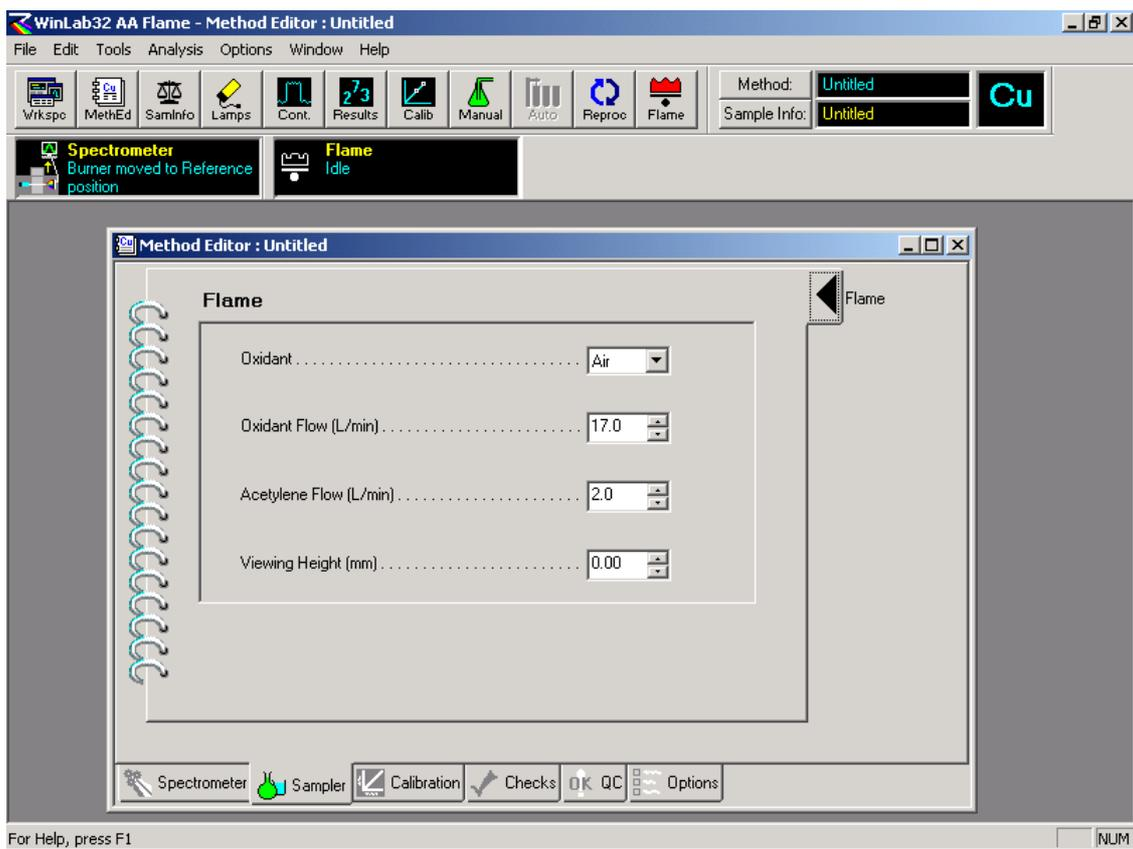

图 9. 方法编辑中的火焰状况页面
1.2.6 读数时间的设定主要考虑两个因素: 噪声大小和样品量, 典型的读数时间可设定为 3-5 秒; 读数延迟时间一般为 2-3 秒; 灯电流以选择“灯设定窗口值”为好, 特殊情况下也可选择“使用确定的灯电流值”. 下一步进入到“Sample”页面如下图 9: